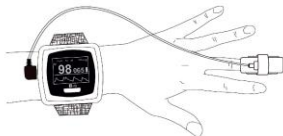

Fig. 4 Placering av sensorn
A. Placera fingret i sensorn enligt bild 4.